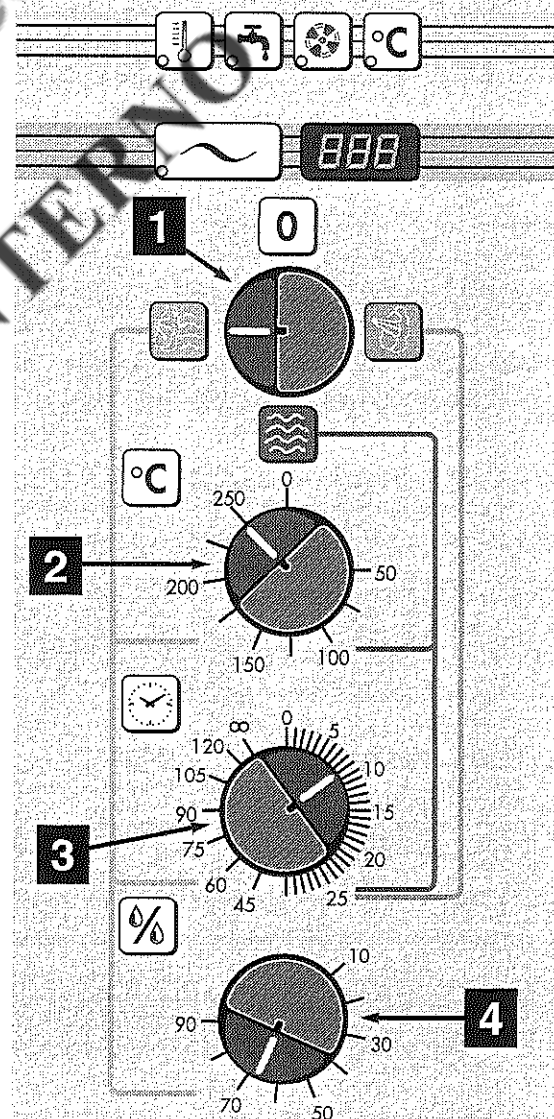

Fig. 14
Onde evitare ogni possibile spostamento, i carrelli sono dotati di freno a pedale sulle ruote da azionare durante l'estrazione del telaio; ruotando la maniglia M (fig. 14) mentre si accosta il carrello al forno, è possibile agganciarli insieme per avere un bloccaggio più stabile. Detta maniglia va ruotata nuovamente per poter sganciare il carrello.
- ruotare la manopola 1 (fig. 14) sul modo di cottura MISTO